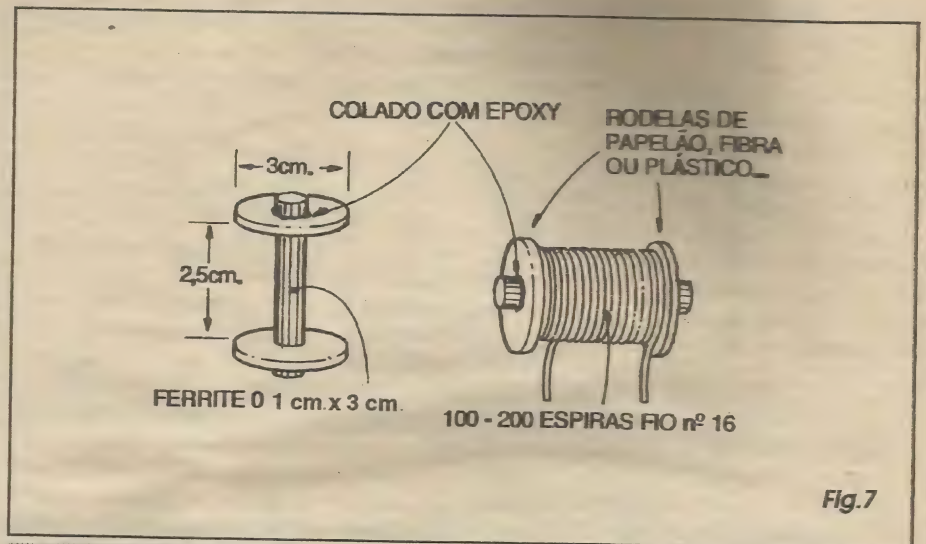

Fig.7
- FIG. 7 - CONFEÇÃO DA BOBINA...